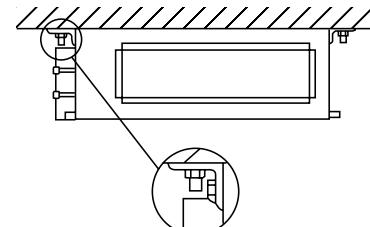

Рис. 9
- г) Установить кондиционер на потолке (смотри рис.9)